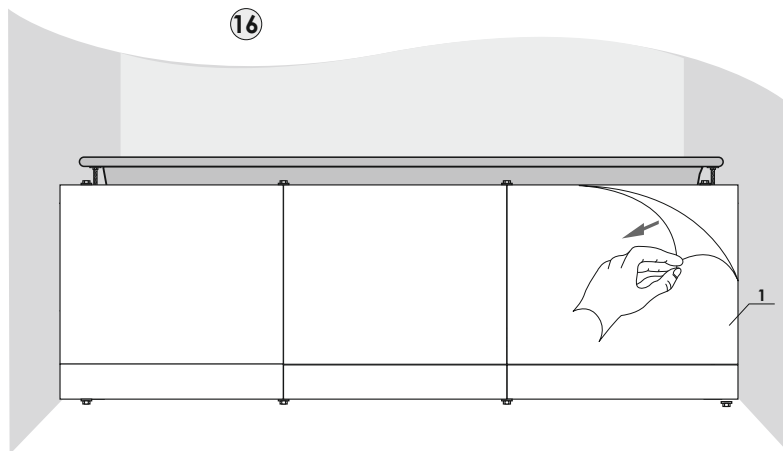

рис. 16
16. Удалите защитную пленку с панелей (рис.16).